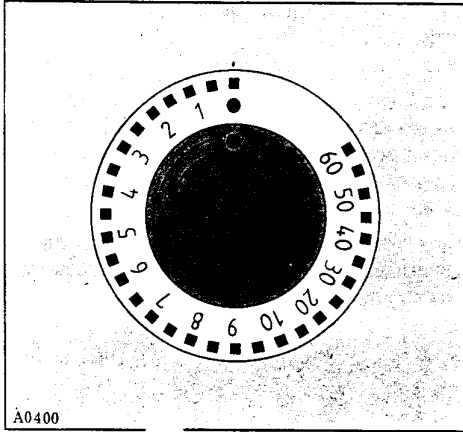

Fig. 2
Manopola timer (Fig. 2)
3. Ruotare la manopola timer in senso orario per impostare il tempo di cottura desiderato (Fig. 2).